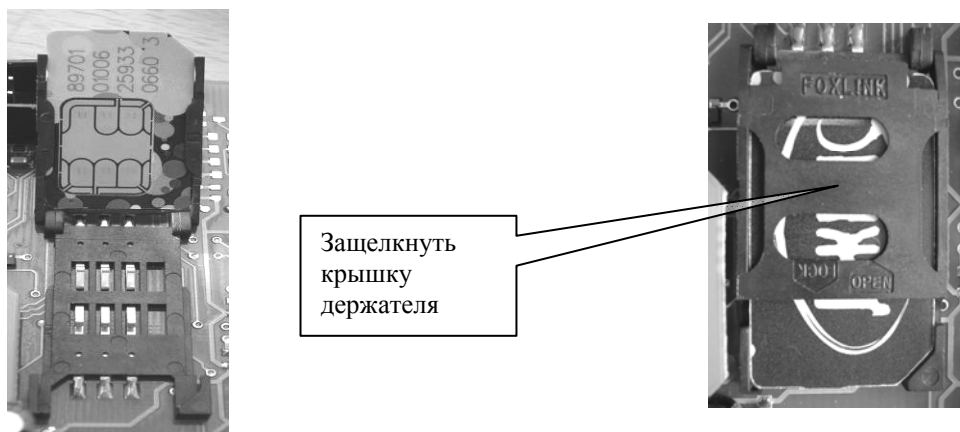

Рисунок 4.
6.6 Установите SIM-карту (в комплект поставки не входит) в держатель (см. рисунок 4). Перед установкой SIM-карты в GSM-модем убедитесь, что запрос PIN-кода SIM-карты выключен.